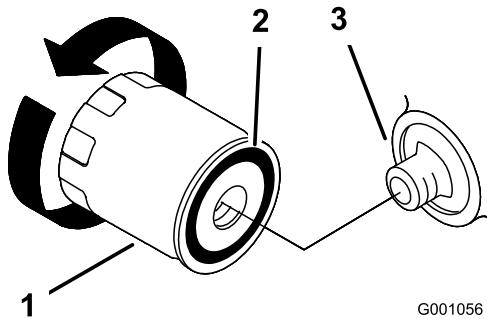

Figura 23
2. Retire el filtro usado y límpie con un paño la superficie de la junta del adaptador del filtro (Figura 23).
3. Aplique una capa fina de aceite nuevo a la junta de goma del filtro nuevo (Figura 23).
hasta que la junta de goma entre en contacto con el adaptador del filtro, luego apriete el filtro de 2/3 a 1 vuelta más (Figura 23).